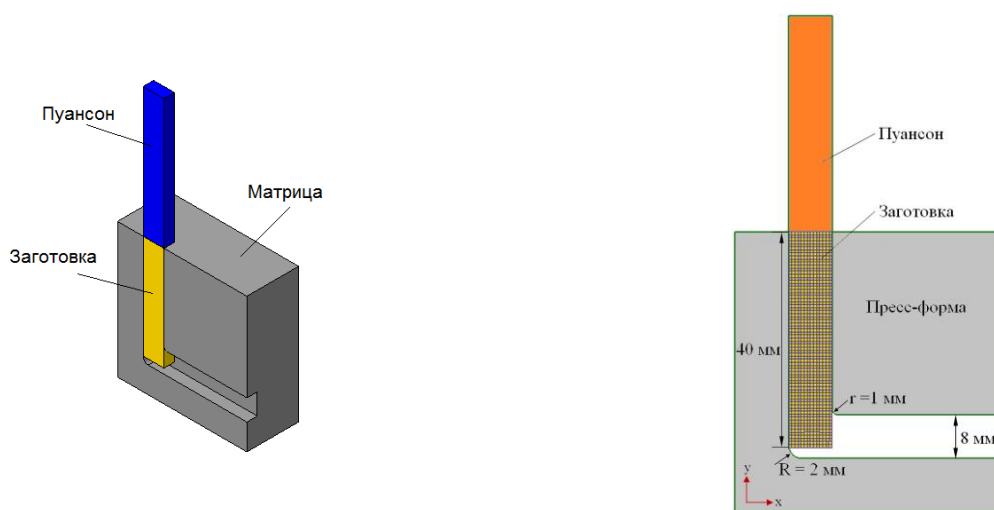

Рисунок 1 – Схема процесса РКУП
**Задание №1:** разработать с применением QForm 2D/3D процесс листовой прокатки со схемой деформации аналогичной или подобной процессу РКУП (рис. 1) для получения в материале УМЗ структуры. Исходные данные: выполнить компьютерное моделирование процесса РКУП для условий плоской деформации в двумерной постановке задачи с использованием специализированного инженерного программного обеспечения QForm 2D. Схема процесса РКУП представлена на рис. 1. Угол пересечения каналов –  $90^\circ$ . Радиусы скруглений  $R = 2$  мм,  $r = 1$  мм. Толщина заготовки – 8 мм, длина – 40 мм. Материал заготовки – сталь DC04 из библиотеки QForm. Материал инструмента – H13 из библиотеки QForm. Закон контактного трения – Леванова (графит + вода). Скорость деформирования – 5 мм/сек. Дополнительная теоретическая информация представлена на рис. 2-5.